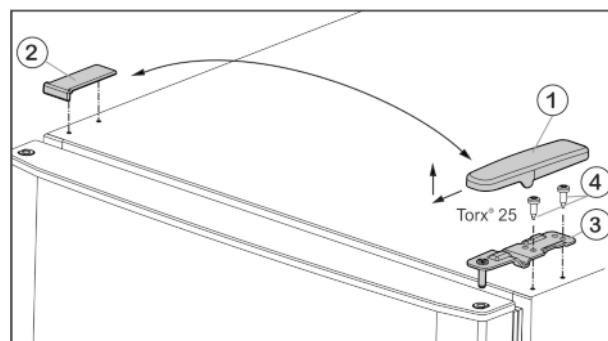
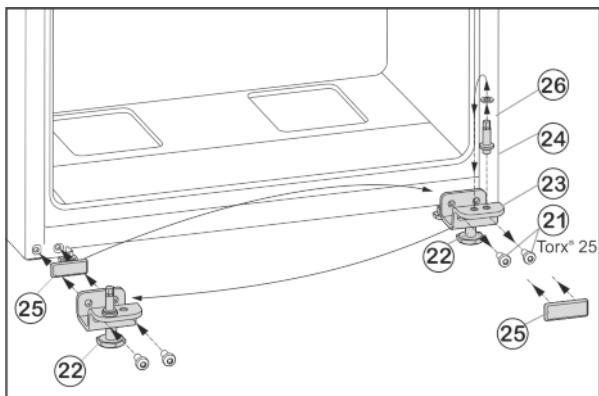

Fig. 4
Fig. 6
- Издеглете покритието Fig. 4 (1) напред и нагоре.
- Свалете покритието Fig. 4 (2).
- Развийте горната лагерна стойка Fig. 4 (3) с (2 x Torx® 25) Fig. 4 (4) и издърпайте нагоре.
- ▶ Развийте закрепващите винтове Fig. 6 (21).
- ▶ Свалете долната лагерна опора Fig. 6 (23) заедно с лагерния болт Fig. 6 (24), шайбата Fig. 6 (26) и крака Fig. 6 (22).
- ▶ Развийте лагерния болт Fig. 6 (24) заедно с шайбата Fig. 6 (26), поставете го в срещуположния отвор за лагерната опора и го завийте отново.
- ▶ Внимателно свалете покриваща плоча Fig. 6 (25) и я преместете на срещуположната страна.
- ▶ Отново завийте долната лагерна опора Fig. 6 (23) заедно с лагерния болт Fig. 6 (24), шайбата Fig. 6 (26) и крака Fig. 6 (22) върху новата страна на пантите, евент. с помощта на акумулаторна отвертка (**с 4 Nm**).
- ▶ Поставете долната врата отгоре върху лагерния болт Fig. 6 (24).
- ▶ Поставете средната лагерна опора (13), завъртяна на 180° в долната врата и я завийте съсзакрепващите винтове (11)(2 x Torx® 25) върху новата шарнирна страна (**с 4 Nm**).
- ▶ Поставете отново пластмасовия диск (10).
- ▶ Поставете горната врата върху лагерната опора в средата (13).
- ▶ Поставете горната лагерна опора Fig. 4 (3) върху новата страна на шарнира във вратата.
- ▶ Затегнете горната лагерна опора **здраво** (**с 4 Nm**) (2 x Torx® 25) Fig. 4 (4). Евентуално използвайте акумулаторна отвертка.
- ▶ Поставете капака Fig. 4 (1) от срещуположната страна отвън и го фиксирайте.
- ▶ Поставете капака Fig. 4 (2) също от срещуположната страна отгоре и го фиксирайте.
- ▶ Развийте крака Fig. 6 (22) налагерната опора долу Fig. 6 (23), докато опре върху пода.